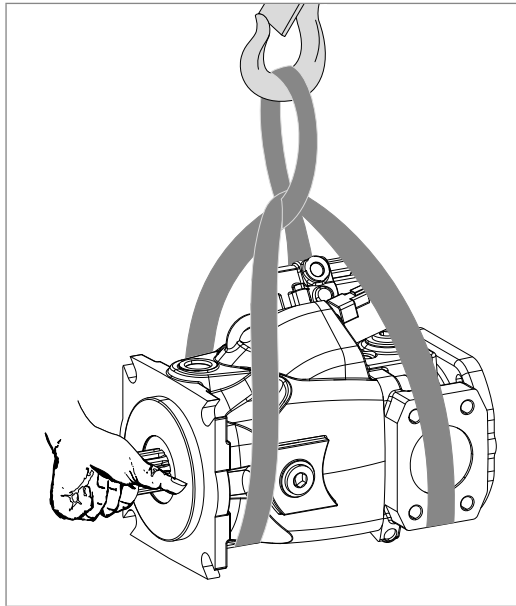

Abb. 5: Transport mit Hebeband
- Legen Sie das Hebeband so um die Axialkolbeneinheit, dass es weder über Anbauteile (z. B. Ventile, Verrohrung) verläuft, noch dass die Axialkolbeneinheit an Anbauteilen aufgehängt wird (siehe Abb. 5).